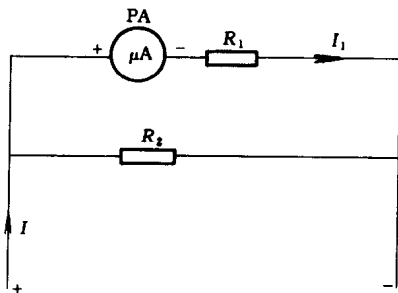

图 1-11 直流电流的测量
1) 直流电流的测量。直流电流的测量如图 1-11 所示，图中 PA 为微安表头， $R_1$  是表头本身电阻和线路中串联电阻之和， $R_2$  是并联电阻，又称分流电阻。由于  $R_2$  比  $R_1$  小得多，大部分电流经过  $R_2$  流过，只要适当选择  $R_1$ 、 $R_2$  的比值关系，就能使表头流过的电流  $I_1$  是总电流  $I$  的  $1/R$  倍。例如，令  $K = 100$ ，当流过表头的电流  $I_1$  为  $100\mu\text{A}$  时，就能知道电路中